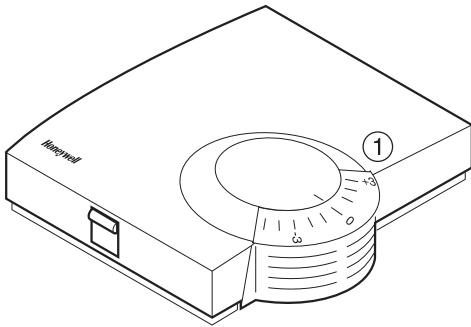

Figura 5: HCW 82
- ▶ Asigne con el mando (1) (véase Figura 5) el cambio deseado para la temperatura predefinida (graduación de la escala en °C).
- ▶ Verifique si el mando se encuentra en la posición mostrada en la Figura 5.